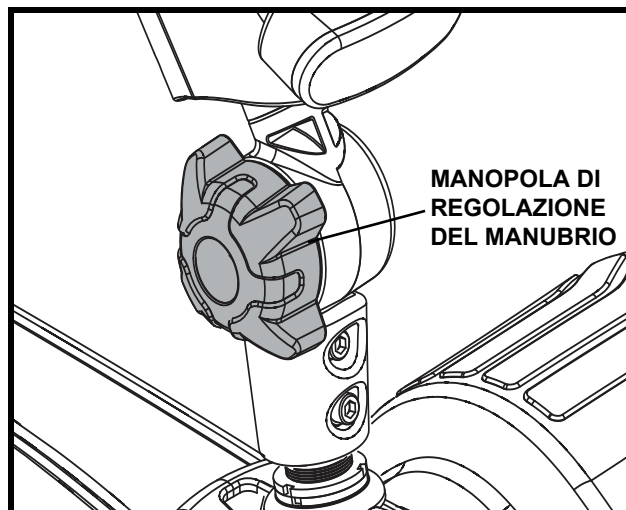

Figura 16. Regolazione manubrio
1. Sostenendo il manubrio, ruotare la manopola di regolazione del manubrio in senso antiorario per allentarlo. **Vedere figura 16.**